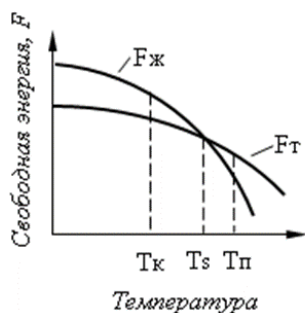

рис.13
- 2.10 При температуре $T > T_n$ (рис.13) металл будет находиться в: